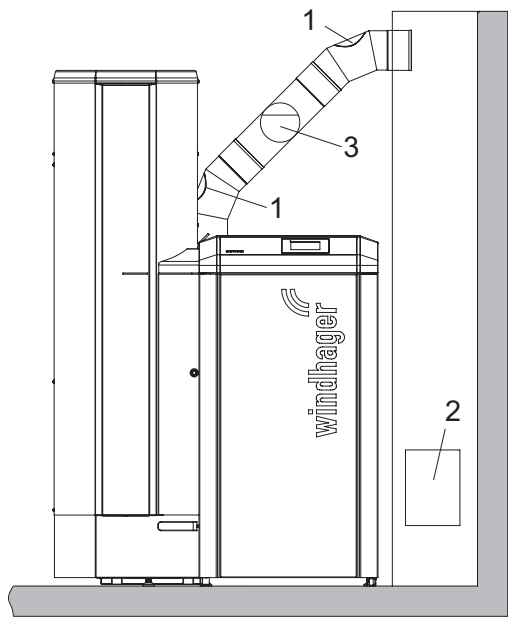

Fig. 74 Reinigungsöffnungen im Abgasrohr – Ansicht von vorne, (Skizze ohne Abgasrohr-Isolierung)
- ▶ Abgasrohr (Verbindungsrohr zwischen Pelletsessel und Kamin) bei der Reinigungsöffnung reinigen/aussaugen – Fig. 74.